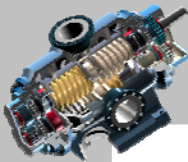

图 5.2.82 “绘图属性”对话框
Step2. 选择下拉菜单 **文件**  **准备(R)**  **绘图属性(U)**  命令,系统弹出图 5.2.82 所示的“绘图属性”对话框。